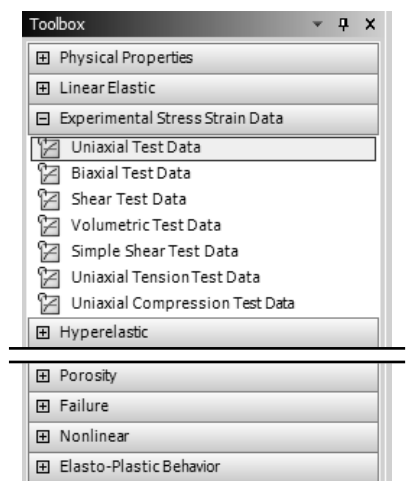

图 8.3.5 应力应变实验数据
(1) 在界面左侧的 **Toolbox** (工具箱) 中展开 **Experimental Stress Strain Data** (应力应变实验数据) 项，其中包括以下几种类型的实验数据：**Uniaxial Test Data** (单轴实验数据)、**Biaxial Test Data** (双轴实验数据)、**Shear Test Data** (剪力实验数据)、**Volumetric Test Data** (体积实验数据)、**Simple Shear Test Data** (简单剪力实验数据)、**Uniaxial Tension Test Data** (单轴拉伸实验数据) 和 **Uniaxial Compression Test Data** (单轴压缩实验数据)，如图 8.3.5 所示。用户根据需要选取相应的实验数据类型就能输入实验数据。